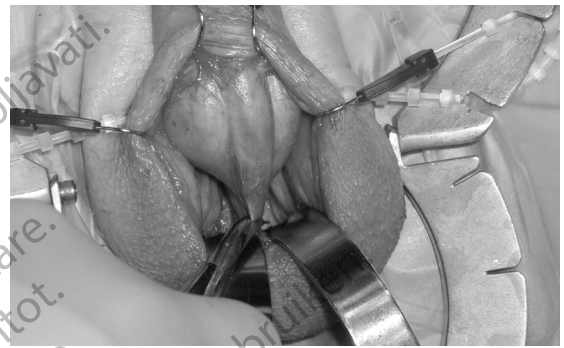

Figura 4-17.
6. Disecione el septo escrotal de la uretra bulbar. (Figura 4-17)